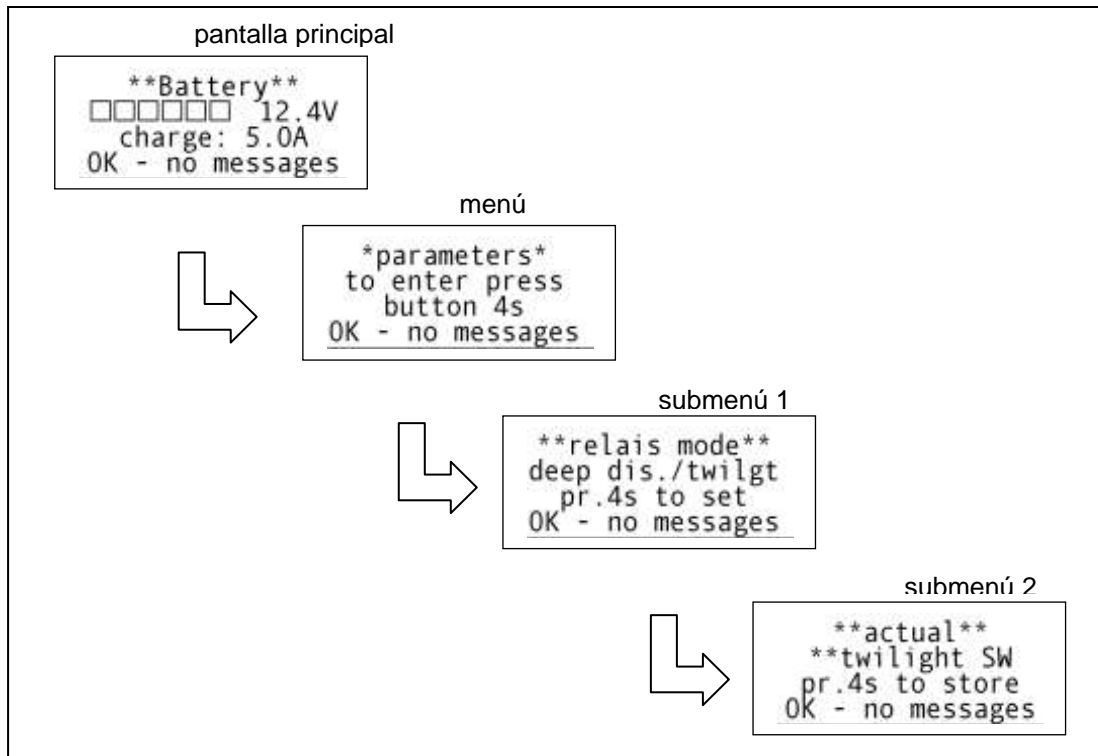

ilustración 10
4.3 Función de crepúsculo (ilustración 10)